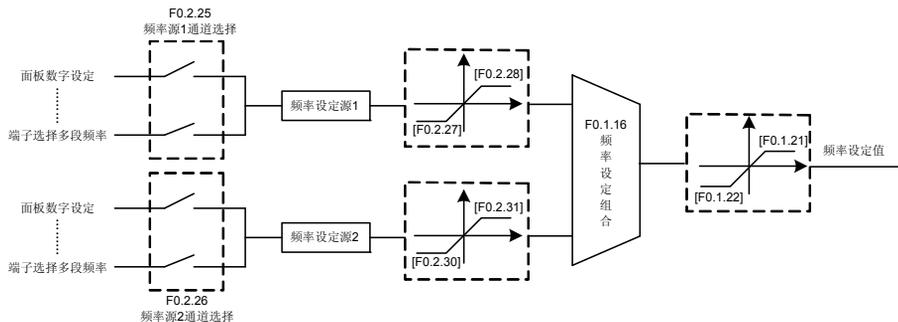

图 7-7 频率设定通道结构示意图
A510 系列变频器具有两个频率设定源（对应参数 F0.2.25、F0.2.26），本参数确定两种频率设定源的 14 种组合计算方式，图 7-7 是频率设定通道的结构示意图。
- 图 7-7 中的[F1.2.15]是电机基准频率, [F1.2.16]是电机基准电压。